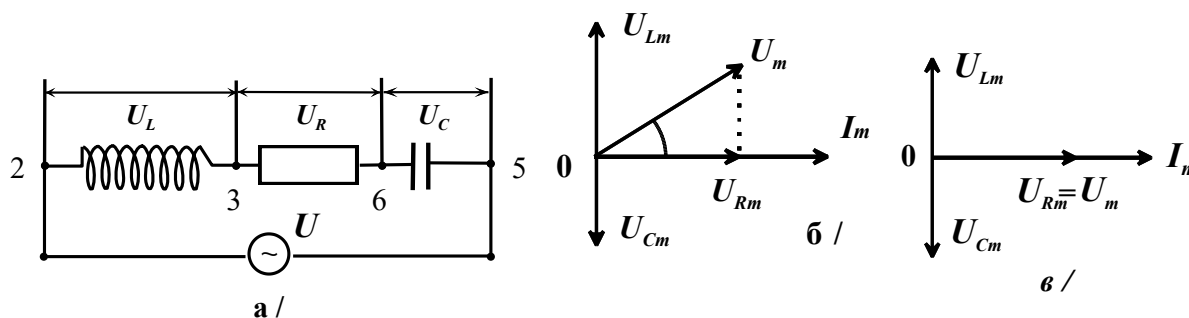

Рис. 5
Подадим переменное напряжение (1) на цепь из  $R$ ,  $L$  и  $C$  как показано на рис. 5, а.
В этом случае через все три элемента протекает одинаковый ток. Направим вектор тока горизонтально, как показано на рис. 5,б, и отложим вдоль этой оси вектор, длина которого равна амплитудному значению тока в цепи -  $I_m$ .
Падение напряжения на емкости  $U_C$  отстает от тока по фазе на  $\pi/2$ , и поэтому вектор напряжения на  $C$ , равный по величине  $U_{Cm} = I_m X_C = I_m / \omega C$ , следует повернуть относительно вектора тока на угол  $\pi/2$  по часовой стрелке. Падения напряжений  $U_R$ ,  $U_L$  и  $U_C$  в сумме должны быть равны приложенному напряжению  $U$ . Поэтому, сложив векторы  $U_{Rm}$ ,  $U_{Lm}$  и  $U_{Cm}$  получим вектор  $U_m$ , величина которого равна амплитуде напряжения на зажимах цепи. Векторная диаграмма цепи, состоящей из последовательно соединенных  $R$ ,  $L$  и  $C$ , тогда примет окончательный вид, показанный на рис. 5б.
Вектор  $U_m$  образует с вектором тока угол  $\varphi$ , представляющий разность фаз между напряжением  $U$  и силой тока  $I$ . Из рис. 5б видно
Сдвиг фаз между током и напряжением зависит от соотношения между индуктивным сопротивлением  $X_L$  и емкостным сопротивлением  $X_C$  цепи. Если  $\omega L > 1/\omega C$  (преобладает индуктивное сопротивление), то ток по фазе отстает от напряжения. Если  $1/\omega C > \omega L$  (преобладает емкостное сопротивление), то ток опережает напряжение. При  $\omega L = 1/\omega C$  ток и напряжение изменяются синфазно. При удовлетворяющей этому условию частоте  $\omega_{рез} = 1 / (LC)^{1/2}$ , называемой резонансной частотой, полное сопротивление цепи минимально и равно  $R$ . При этом падение напряжения на активном сопротивлении равно приложенному напряжению  $U$ . Падения напряжений на индуктивности  $U_L$  и емкости  $U_C$  равны по амплитуде и противоположны по фазе. При условии, что  $\omega L = 1/\omega C \gg R$ , амплитуда напряжений на индуктивности и емкости оказывается много больше амплитуды приложенного напряжения и поэтому описанное явление называется резонансом напряжений. Векторная диаграмма рассматриваемой цепи при резонансе напряжений принимает вид, показанный на рис. 5в.